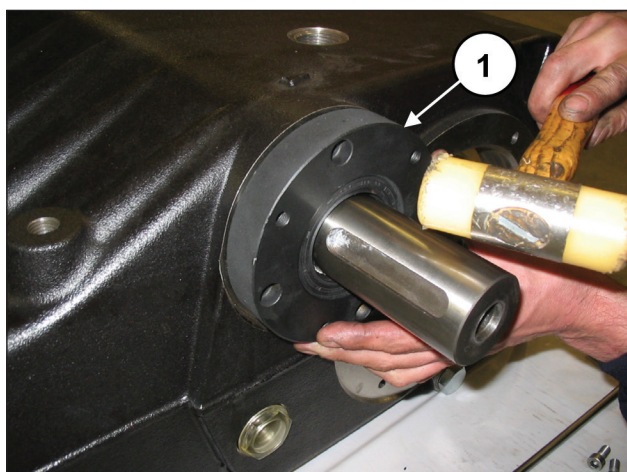
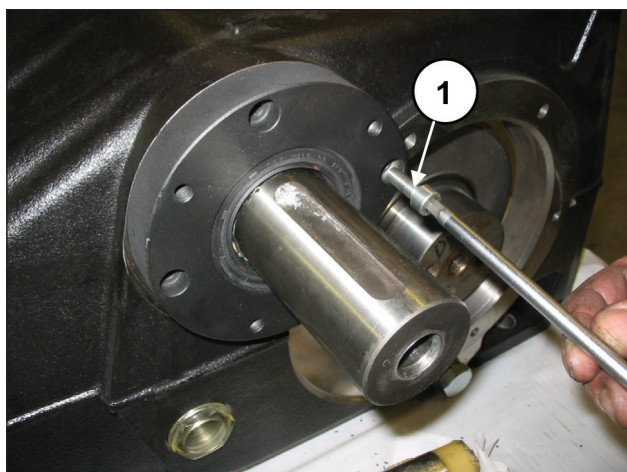

Fig. 68
Fig. 69
Monter un premier cache roulement de la prise de force (droit ou gauche) muni d'un joint SPI sur le carter de pompe à l'aide de l'outil réf. 27539500 (rep. ①, Fig. 68) et le fixer à l'aide de 4 vis M8x30 (rep. ①, Fig. 69).
Monter l'autre cache roulement de la prise de force sur le carter de pompe (rep. ①, Fig. 68) et le fixer à l'aide de 4 vis M8x30 (rep. ①, Fig. 69).